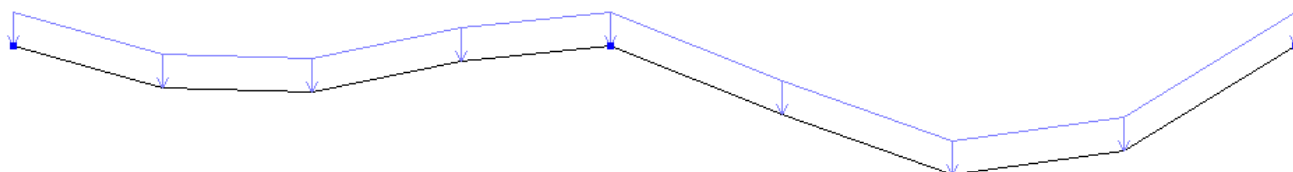

Рис.19.23. Расчетная схема с учетом перемещений узлов
- В режиме просмотра результатов расчета по умолчанию расчетная схема отображается с учетом перемещений узлов (рис.19.23). Для отображения схемы без учета перемещений узлов щелкните по кнопке  – **Исходная схема** (панель **Деформации** на вкладке **Анализ**).